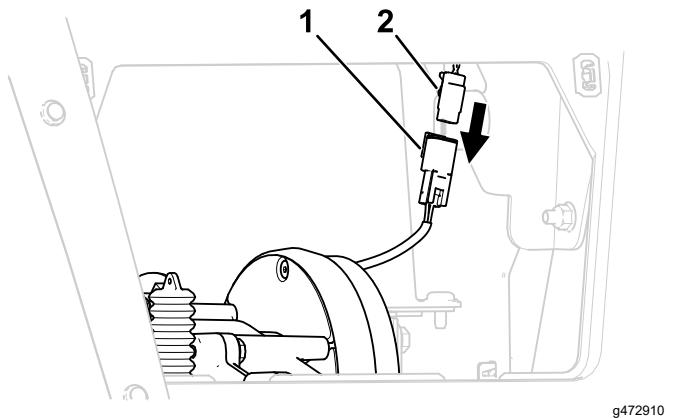

Figure 18
3. Débranchez le connecteur de frein du faisceau principal (Figure 18).